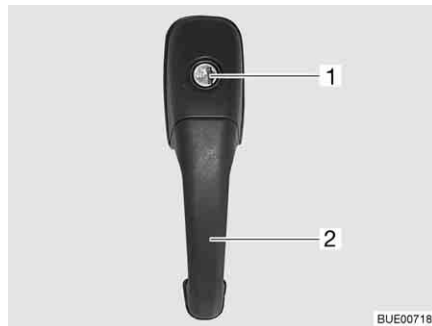

Fig. 41 Serratura della porta di ingresso, lato esterno
- Inserire la chiave nel cilindro della serratura (Fig. 41,1) e ruotare fino a quando la serratura della porta si sblocca.
- Tirare la maniglia della porta (Fig. 41,2). La porta è aperta.
- Inserire la chiave nel cilindro della serratura (Fig. 41,1) e ruotare fino a quando la serratura della porta si blocca.